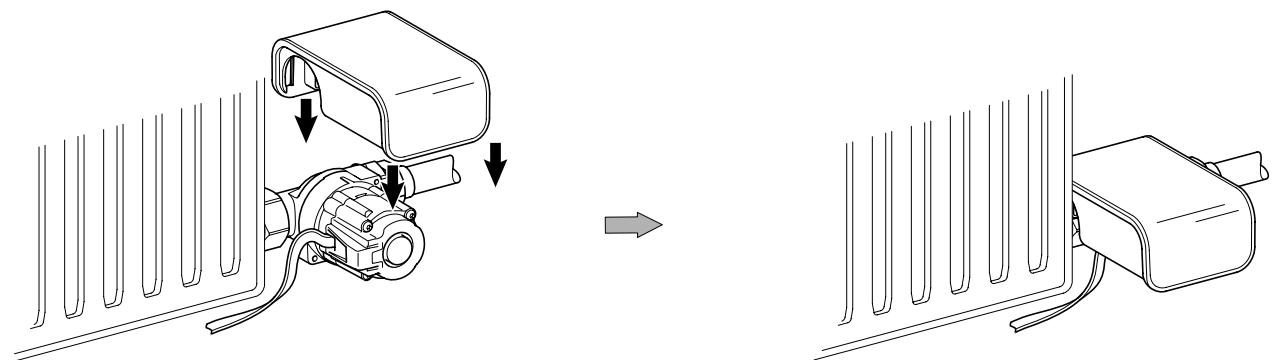

Fig. 17-2: GeniAx Design Abdeckung M für Pumpe/Adapter Set Für Verteiler (Rücklaufadapter)
- Das GeniAx Design Abdeckung M für Pumpe/Adapter Set Für Verteiler gemäß Fig. 17-2 auf den Rücklaufadapter aufstecken.